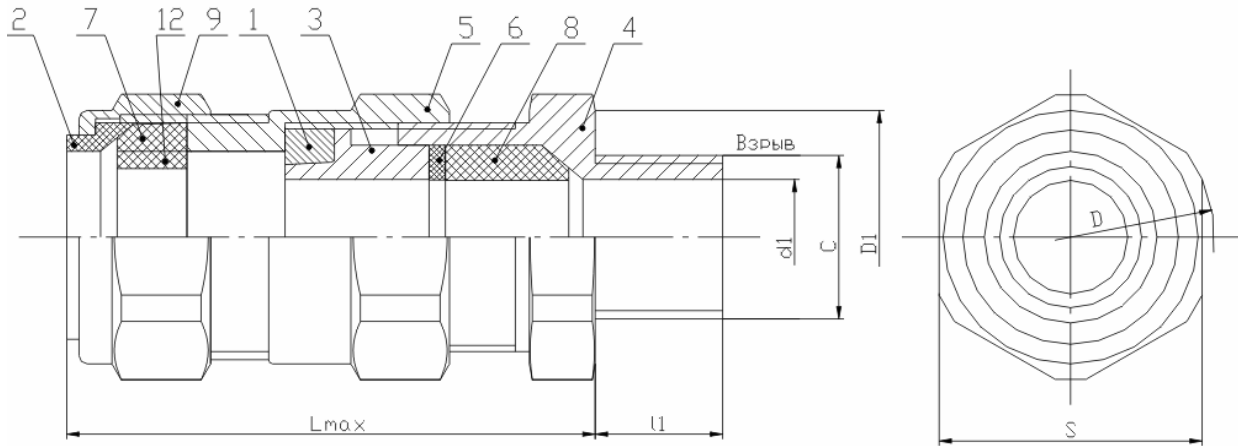

Рисунок 5 – Конструкция кабельного ввода для монтажа бронированного кабеля
3.3.3 Кабельный ввод ExCG AS для монтажа бронированного кабеля (см. рисунок 5):